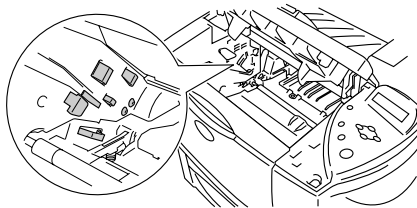

Figura 5-23
- Para evitar uma descarga de electricidade estática, não toque nos eléctrodos apresentados na Figura 5-23.